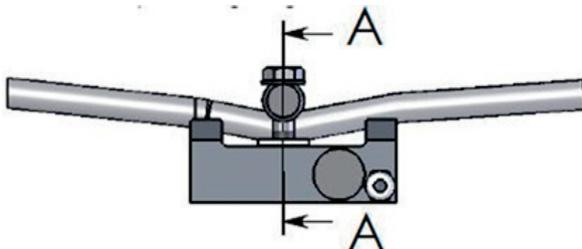

Fig. 5
2. Beladen Sie den Kran mit einem Gewicht, das möglichst nahe an der Maximallast liegt, ziehen Sie die beiden mit bei Linie A gekennzeichneten Schrauben (Abb. 5) fest, sodass das Ausgangssignal möglichst nahe bei 1,6 MV/V liegt (bei einer Versorgungsspannung von 10 V, sie beträgt sie 16 mV. Sie darf diesen Wert nicht überschreiten.) Wenn die Schrauben fest angezogen sind und 16V nicht erreicht werden, ist dies akzeptabel.